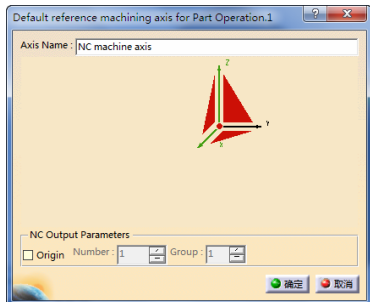

图 4-41 定义加工坐标系（2）
- 在“Default reference machining axis for Part Operation.1”对话框的“Axis Name”文本框中输入“NC machine axis”作为坐标系名称，单击“确定”按钮接收默认坐标系，定义加工坐标系（2）如图 4-41 所示。